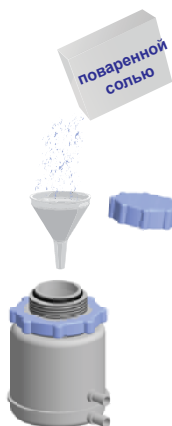

рис. 13
- После дренажа бака проверить и полностью заменить соль, стараясь не просыпать ее на бак. Большая концентрация соли может отрицательно сказаться на работоспособности и сроке службы машины. Заправить контейнер, расположенный внутри ванны (рис.13) крупной солью (размер частиц 1-2 мм – максимальный объем чаши 500 г).